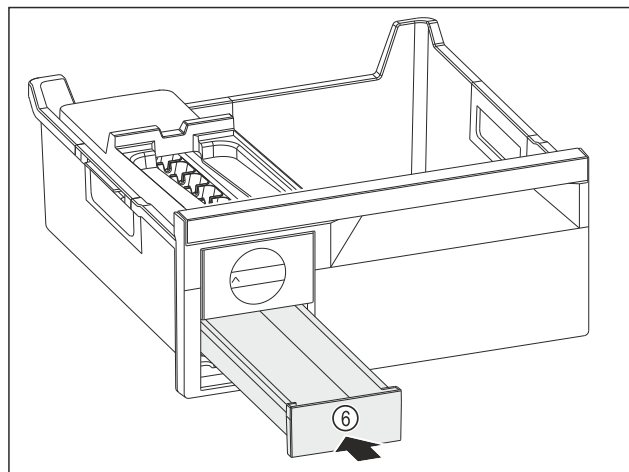

Fig. 79
- ▶ Wsunąć szufladę na kostki lodu Fig. 79 (6).